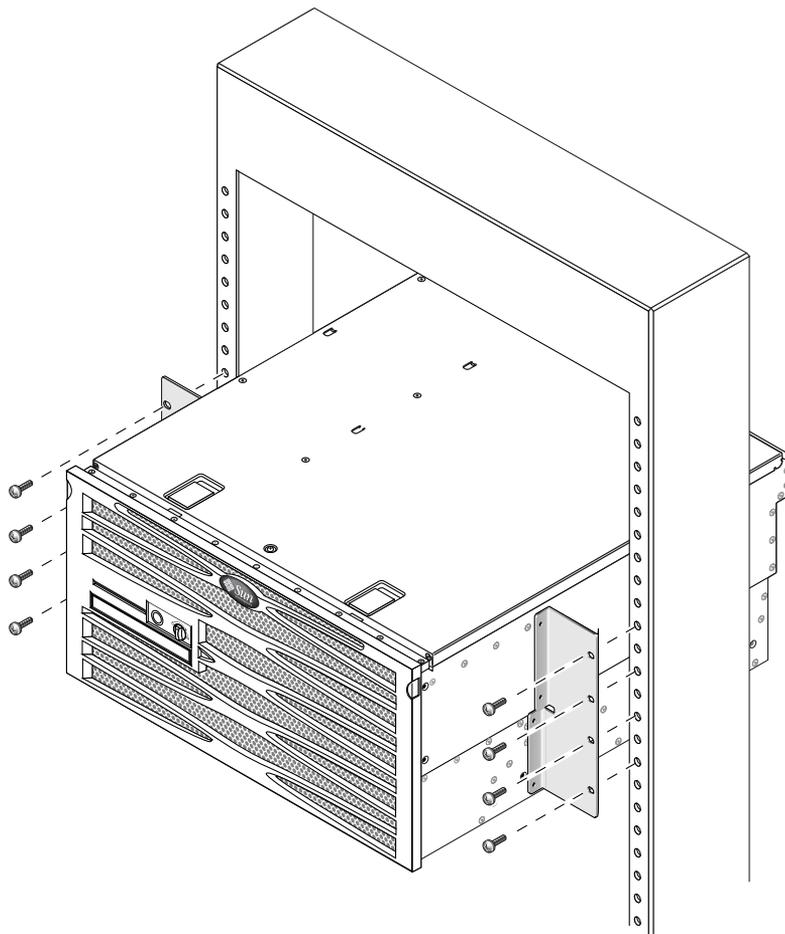

図 3-25 ラックへのサーバー正面の固定
4. 各側面でねじを 4 本ずつ使用して、サーバーの側面に取り付けたハードマウント正面固定部品をラックの正面に固定します (図 3-25)。